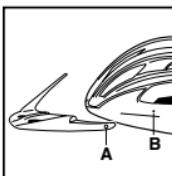

Figura 12
- Para voltar a colocar o visor, centre-o no capacete e, em seguida, encaixe os pinos(A) no visor, nos orifícios(B) do capacete, Figura 12.